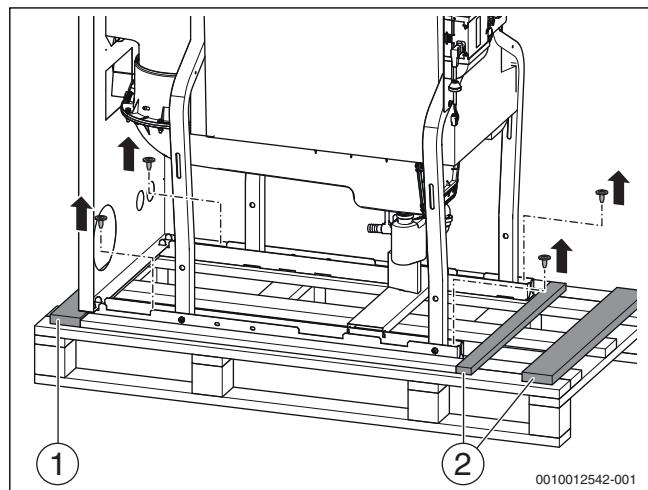

Рис. 7 Отсоединение котла от поддона (примерное изображение)
- В зависимости от направления сдвига удалите фиксирующую планку (→ рис. 7).